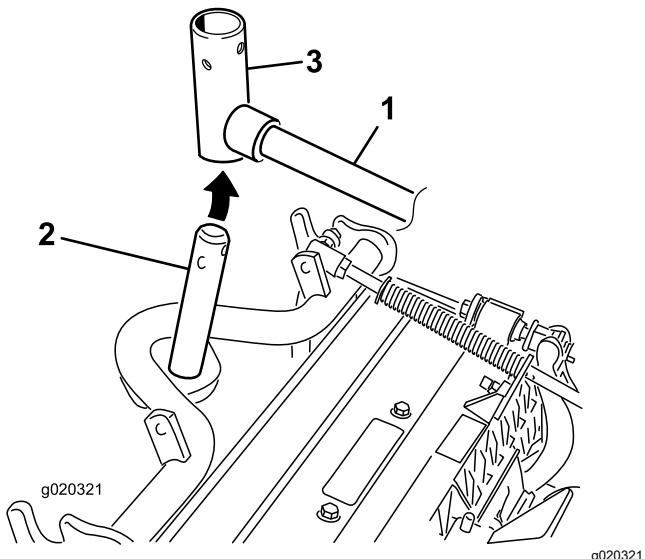

Figura 7
- Per gli elementi di taglio anteriori, infilate un elemento di taglio sotto il braccio di sollevamento mentre inserite l'albero del telaio portante nella forcella di articolazione del braccio di sollevamento (Figura 7).
- Inserite la forcella del braccio di sollevamento nell'albero del telaio portante (Figura 7).